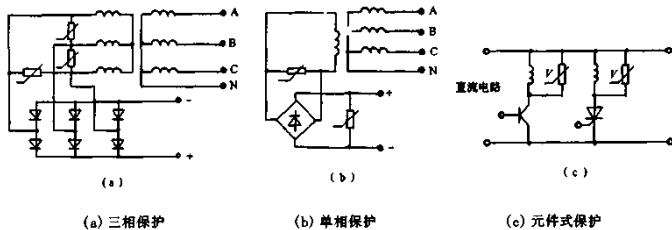

图 2-18 半导体元件保护电路
(4)半导体元件保护电路:见图 2-18,图中的压敏元件一般可选用 MYH 或 MYL 型压敏电阻器。